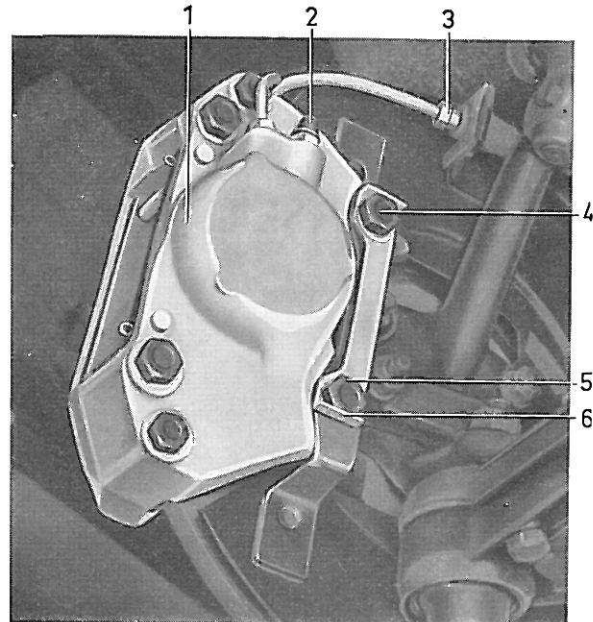

Figure 23. Frein de roue avant
2. Déconnecter la canalisation de frein (3, figure 23) et boucher l'ouverture. Rabattre les languettes de la plaque de verrouillage (6) et dévisser les vis de fixation (4 et 5). Déposer l'étrier de frein (1) au complet. Ceci concerne les voitures équipées de freins à disque.